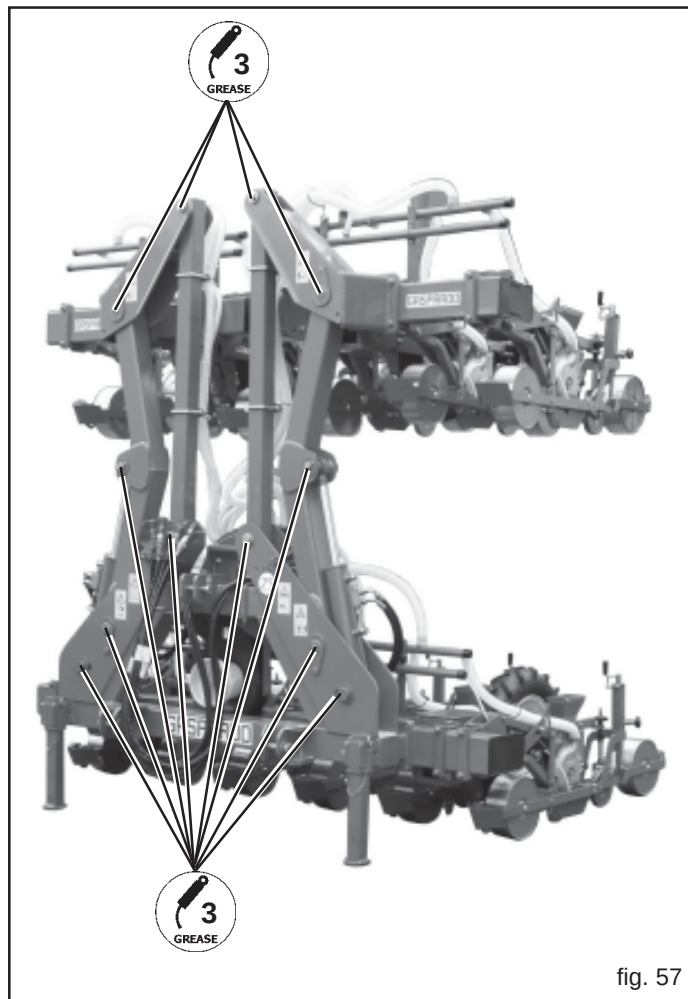

fig. 57
- Engrase las articulaciones del bastidor (3, Fig. 57).